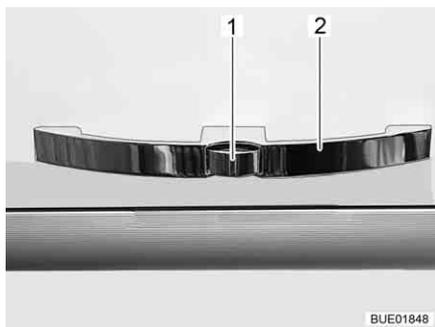
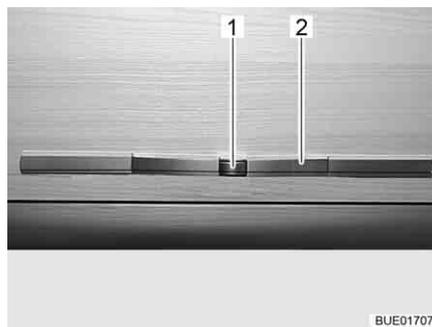

Bild 57 Möbelklappe mit Griff (Beispiel)
Bild 58 Möbelklappe mit Griff (Alternative)
- Den Entriegelungsknopf (Bild 57,1 oder Bild 58,1) am Griff (Bild 57,2 oder Bild 58,2) drücken und gedrückt halten.